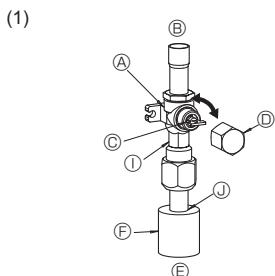
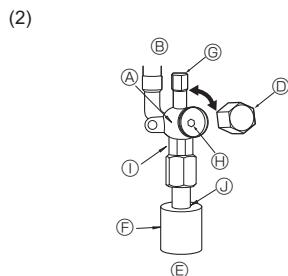

Fig. 4-6
Fig. 4-7
- (1) Côté gaz de ZRP100-140 (Fig. 4-6)
- ① Enlever le capuchon, ramener la poignée vers soi et la tourner d'un quart de tour en sens inverse des aiguilles d'une montre pour ouvrir la vanne.
- ② Vérifier que la vanne d'arrêt est complètement ouverte, appuyer sur la poignée et tourner le capuchon pour le ramener sur sa position d'origine.
- (2) Côté liquide de ZRP100-140 et côté gaz/liquide de ZRP35-71 (Fig. 4-7)
- ① Retirez le bouchon, et tournez la tige de soupape à fond dans le sens antihoraire avec une clé hexagonale de 4 mm. Arrêtez de tourner quand elle frappe la retenue.